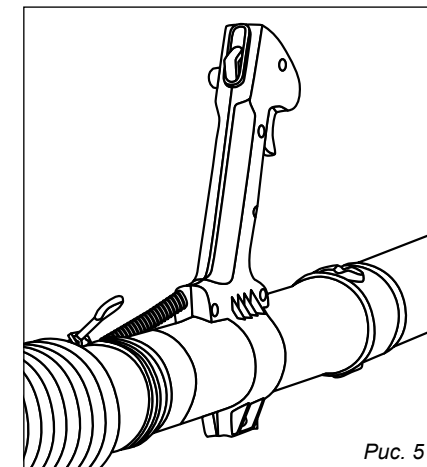

Рис. 5
- Установите ручку управления на патрубок примерно по середине, слегка зафиксируйте хомут винтами. Наденьте воздуховодку на плечи и отрегулируйте удобное для вас положение ручки управления. Плотнo затяните винты фиксации хомута ручки в выбранном положении (рис. 5).